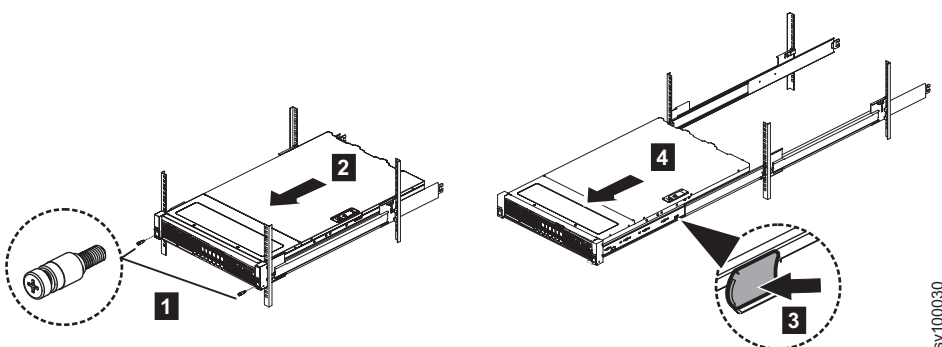

Figura 43. Remova o chassi do nó 2145-SV1 do rack
4. Para remover o chassi, conclua as etapas mostradas em Figura 43